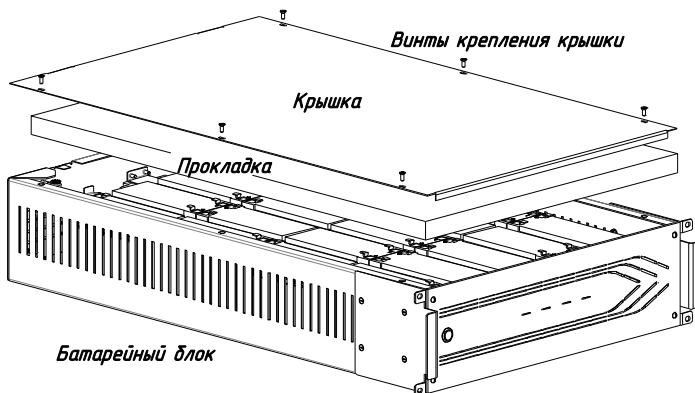
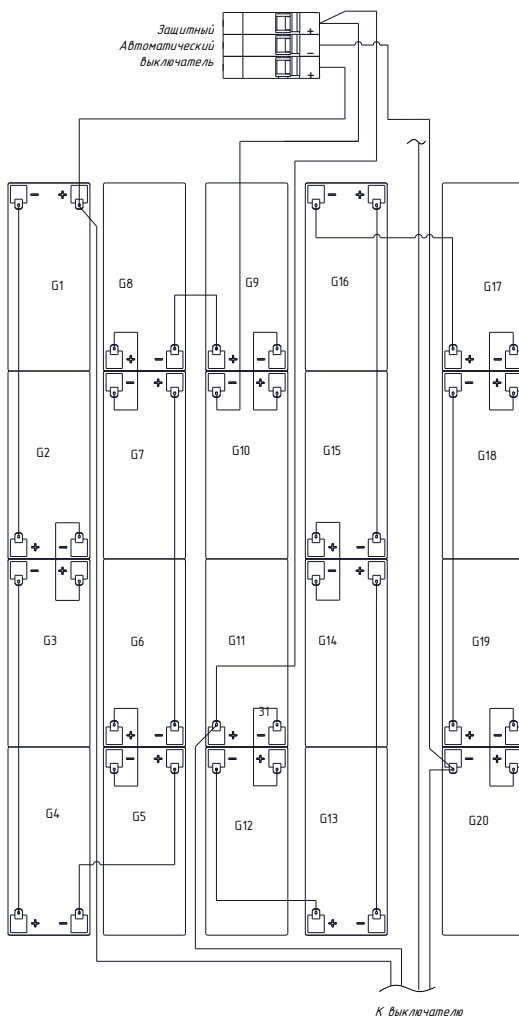

Рисунок 7 — Замена аккумуляторных батарей.
Рисунок 8 — Схема соединений аккумуляторных батарей
Замена аккумуляторных батарей производится в следующей последовательности (см. рисунок 7 и рисунок 8):
- установите новые батареи и подключите к их клеммам перемычки АКБ в соответствии со схемой соединений (см. рисунок 8), строго соблюдая полярность;